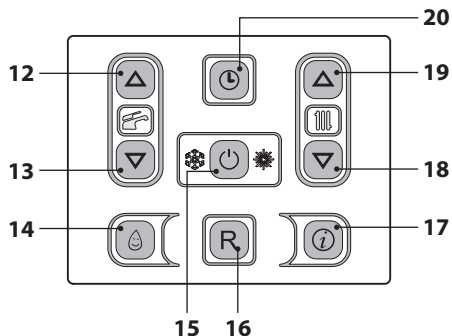
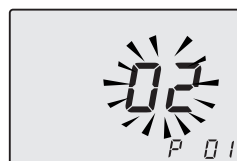
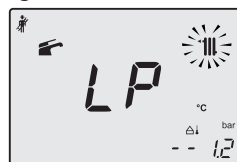
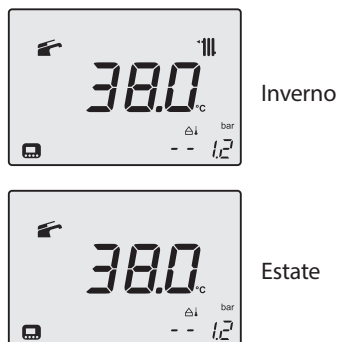

Figura 9.20
Figura 9.21
Figura 9.22
Figura 9.26
- Entrare in "modalità programmazione" premendo contemporaneamente per 10 secondi i tasti 15 - 18 - 19 (Figura 9.20) fino a far apparire sul display LCD le lettere **P01** e il valore del parametro, indicanti l'entrata nel "parametro 01" (Figura 9.21).
- Premere contemporaneamente i tasti 18 e 19 (Figura 9.20) fino a far apparire sul display LCD le lettere **LP** che si alternano con il valore di temperatura dell'acqua di riscaldamento (es. **45**), indicanti l'entrata nell'attivazione della "funzione spazzacamino" alla potenza minima (Figura 9.22).
- Premendo il tasto 19 (Figura 9.20) è possibile variare la potenza in modalità spazzacamino: con visualizzazione sul display LCD delle lettere **hP** che si alternano con il valore di temperatura dell'acqua di riscaldamento (es.**32**), siamo in "funzione spazzacamino" alla potenza minima in riscaldamento (Figura 9.23).
- Ripremendo contemporaneamente per 10 secondi i tasti 15 - 18 - 19 (Figura 9.20) si esce dalla "modalità spazzacamino" e si ritorna allo stato di caldaia precedentemente impostato (Figura 9.26).